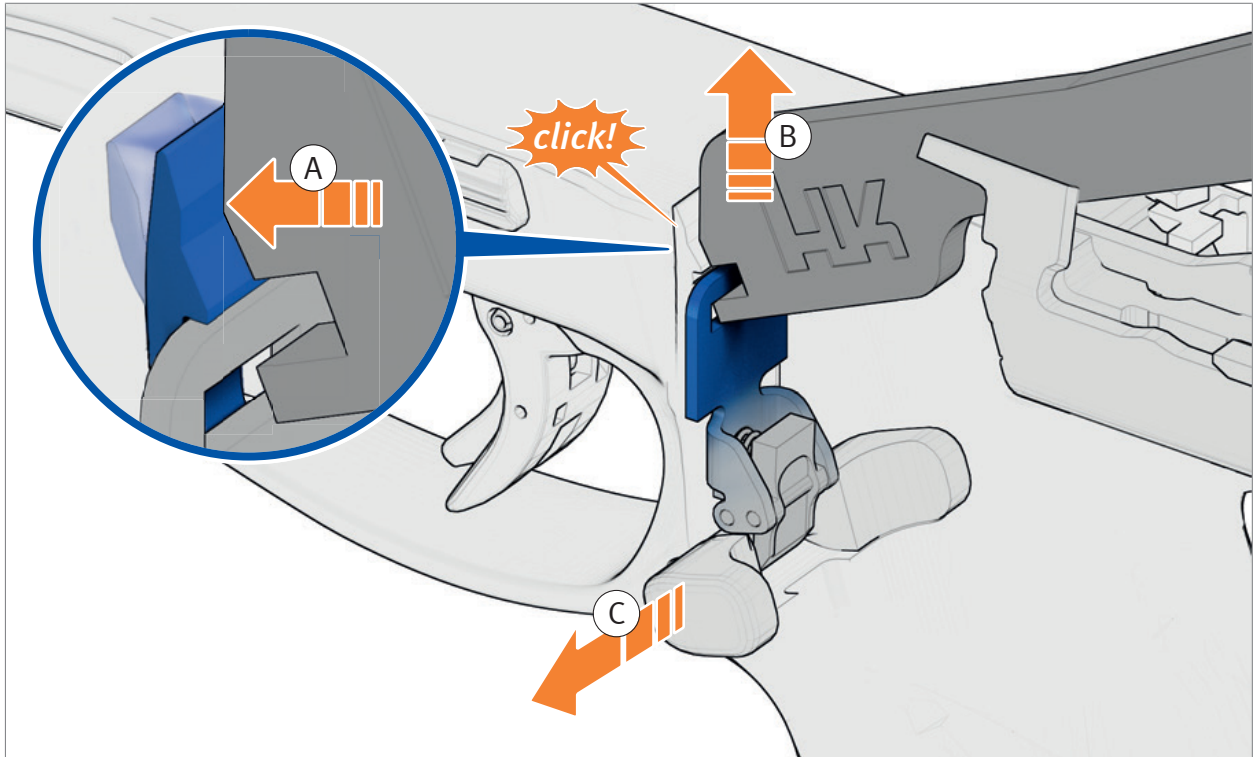

Abb. 24: Push-Button entnehmen
2. Rastnase im Griffstück mit dem Werkzeug nach vorne drücken und Magazinhalter nach oben schieben (Abb. 24). Der Magazinhalter rastet ein.
3. Push-Button entnehmen (Abb. 24).